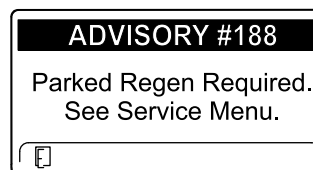

Figura 48
- Richiesta di rigenerazione parcheggiata ADVISORY #188 (Figura 48)